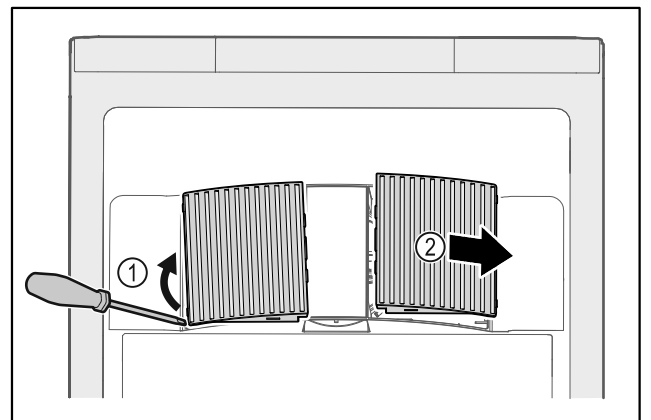

Fig. 144
- ▶ Oprezno podignite ventilatorske pokrove sa strane Fig. 144 (1) i skinite ih prema naprijed Fig. 144 (2).